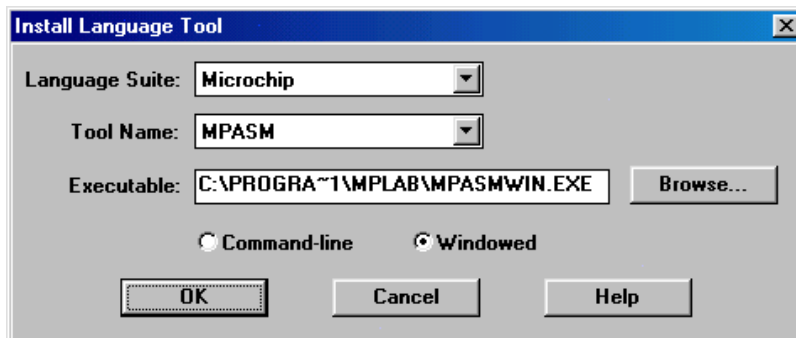

Fig. 6
- **Project>InstallLanguage Tool** scegliere come linguaggio Microchip e come Tool Name MPASM, come in fig. 6.